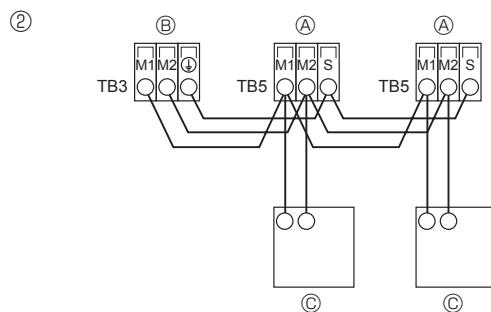

Fig. 6-4
② CC de 9 à 13 V entre 1 et 2 (Commande à distance MA)
② Commande à distance M-NET (Fig. 6-4)